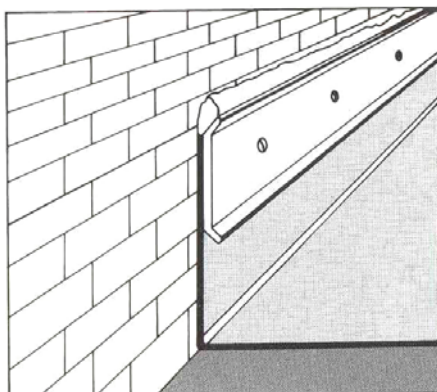

Рис.20
6.1.2. либо металлической пластиной; гидроизоляция в этом случае приклеивается на мастику Т89(рис. 20).